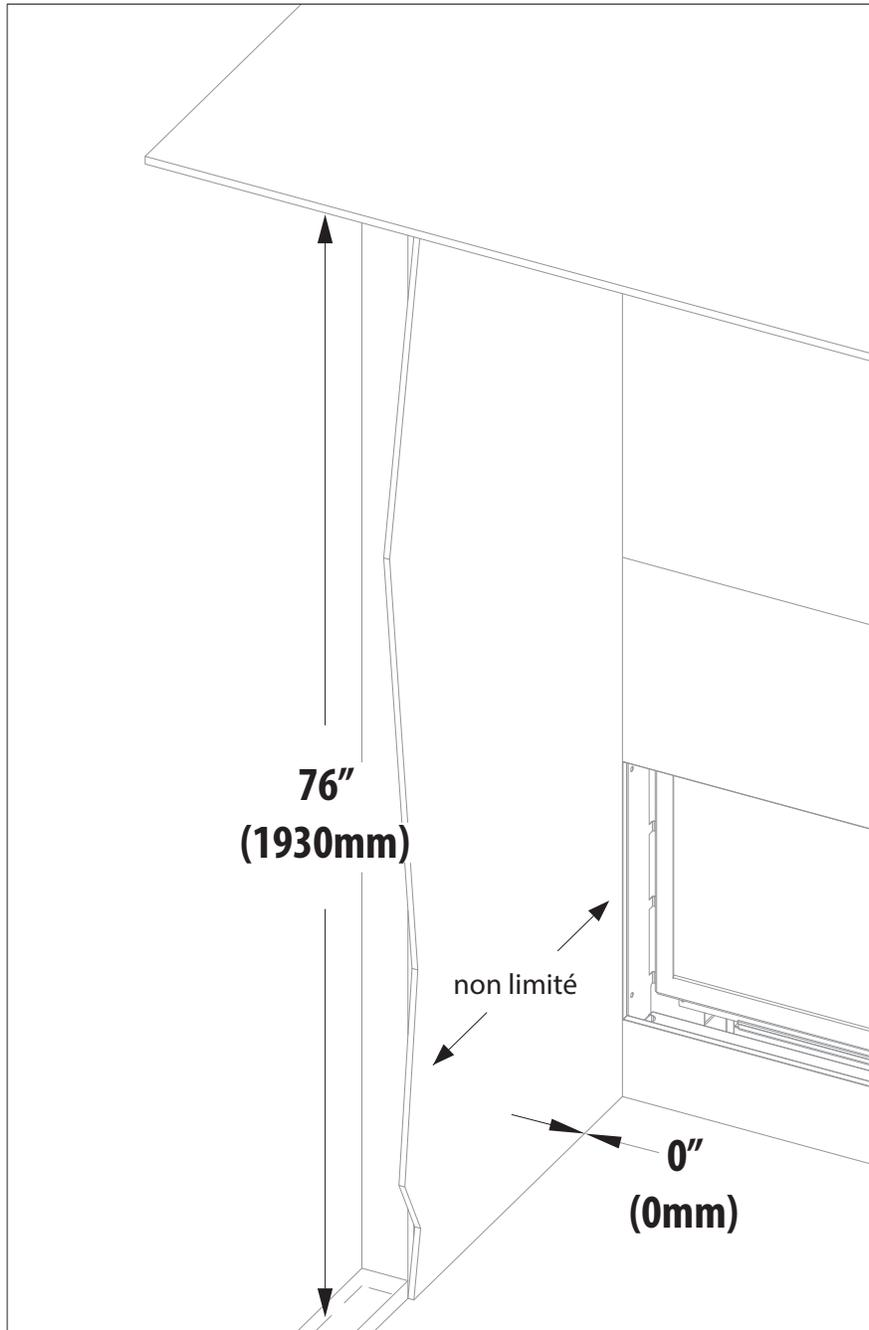

FIGURE 4.3 Exigences de murs latéraux pour installation standard
- **Montants (piédroits) du manteau :** Mêmes directives que la section «Dégagement au revêtement latéral combustible», ci-dessous. Voir la Figure 4.3 à la page 37. Si vous installez un contour optionnel, voir la Mesure 'A', à la Section 4.4 Directives de finition pour les contours optionnels (page 42), pour le dégagement exigé entre les côtés du contour optionnel et les matériaux de finition.
- **Dégagement au revêtement latéral combustible :** Le revêtement latéral combustible non limité («unlimited combustible side trim») peut affleurer au bord de finition latéral du foyer. Voir la Figure 4.3 à la page 37. **Si vous installez un contour optionnel**, voir la Mesure 'A', à la Section 4.4 Directives de finition pour les contours optionnels (page 42), pour le dégagement exigé entre les côtés du contour optionnel et les matériaux de finition.
- Le dégagement minimal entre les murs latéraux adjacents et les bords de finition latéraux du foyer est de 0 po (0 mm). Voir la Figure 4.3 à la page 37. **Si vous installez un contour optionnel**, voir la Mesure 'A', à la Section 4.4 Directives de finition pour les contours optionnels (page 42), pour le dégagement exigé entre les côtés du contour optionnel et les matériaux de finition.